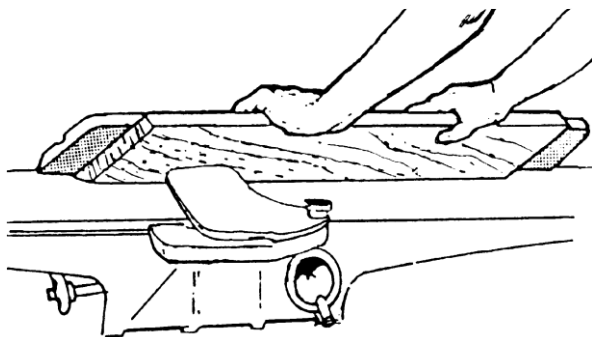

Рисунок 39
5. Подавайте заготовку через строгальный вал, убедившись, что лицевая сторона заготовки полностью прилегает к упору, а кромка плотно прилегает к столам подачи и разгрузки (рисунок 39).